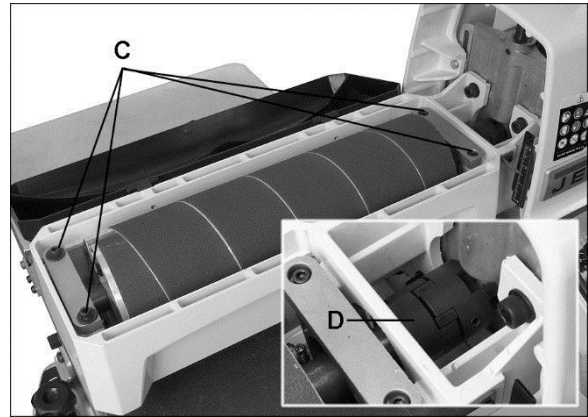

Abb. 10-2: Ausbau der Trommel
Die vier Innensechskantschrauben entfernen (C, Abb. 10-2). Die Trommel mit noch an ihr angebauter Kupplung (D) vorsichtig herausheben.